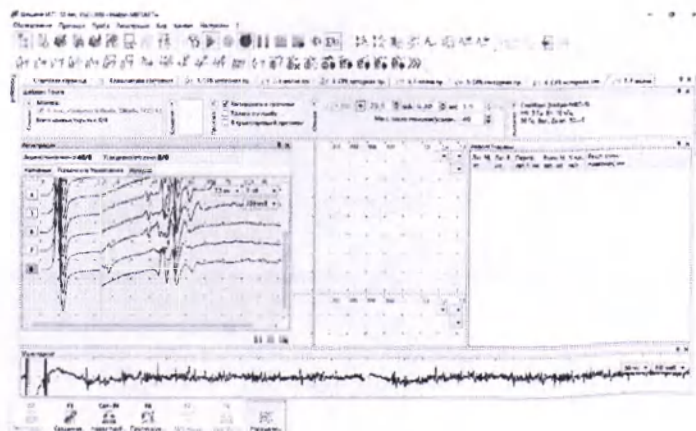

Рис. 133. Регистрация F-волны
1. Регистрацию F-волны можно проводить в режиме ритмической стимуляции частотой 1 Гц или в режиме одиночной стимуляции. В обоих случаях автоматически осуществляется накопление F-волн (рис. 133).